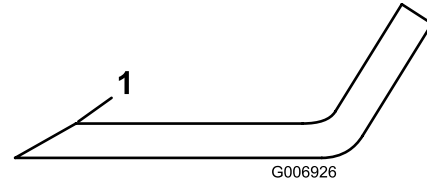

Figura 103
5. Inspectai marginile de tăiere ale tuturor lamelor. Ascuți marginile de tăiere dacă sunt tocite sau ciupite. Ascuți numai partea superioară a marginii de tăiere i menineți unghiul de tăiere inițial pentru a vă asigura că este ascuită (Figura 103).
6. Dacă este tocită sau ciupită, ascuiți doar marginea de tăiere superioară, meninând unghiul de tăiere inițial (Figura 103).